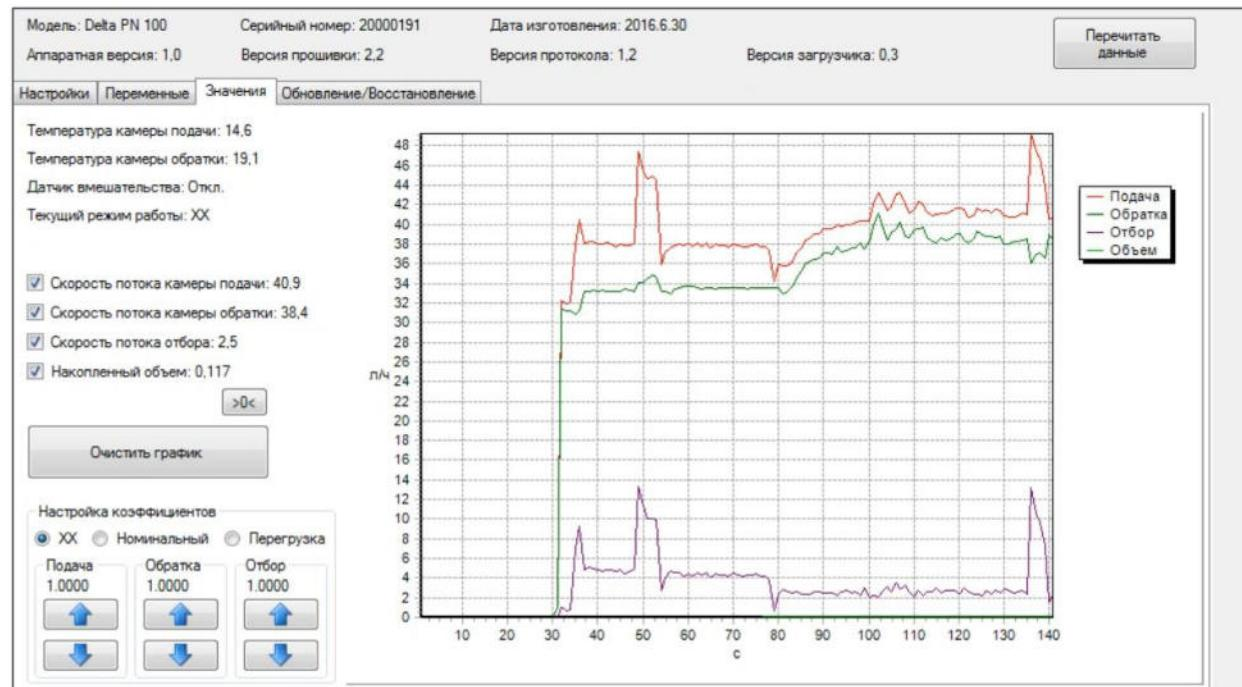

рис. 6.1. Вкладка «Значения»
- Вкладка «Значения» предназначена для диагностики работы счетчика. На ней отображаются текущие значения мгновенного расхода топлива в измерительных камерах счетчика как в виде цифровых значений, так и на временной шкале (рис. 6.1).